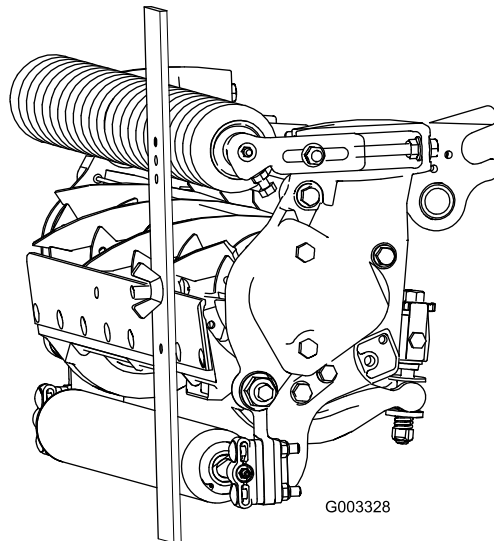

Bild 25
4. Haken Sie den Schraubenkopf an die Schnittkante des Untermessers ein, und stützen Sie das hintere Ende der Leiste auf der Heckrolle ab (Bild 25).
5. Drehen Sie die Einstellschraube, bis die Frontrolle die Messlehre berührt (Bild 25). Stellen Sie beide Enden der Rolle ein, bis die ganze Rolle parallel zum Untermesser ist.